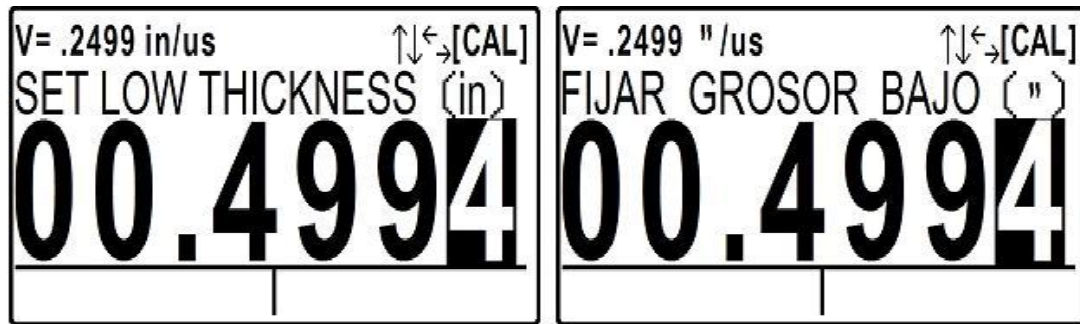

Figura 20: Pantalla para introducir el espesor menor de referencia
- f. La pantalla indica que el transductor debe desacoplarse. Después de desacoplar el transductor la pantalla cambia automáticamente y aparece como se muestra en la Figura 20.
- h. Con las teclas  o  se mueve la barra de selección para resaltar el dígito que se va a ajustar (para cambiar el valor de cada dígito proceda como se indica en el párrafo i. a continuación). Por ejemplo, se va a ajustar el valor a 0.500" (12.7 mm), teniendo como referencia lo que se muestra en la Figura 20, Usted debe desplazar el cursor para resaltar cada uno de los dígitos a la izquierda, después de haber ajustado el valor.